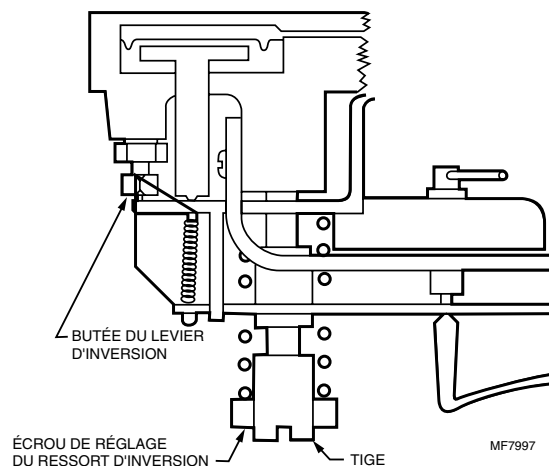

Fig. 22. Mécanisme d'inversion automatique du LP916B.
4. Régler la butée du levier d'inversion de manière à obtenir une pression de 55 kPa (8 psi) dans la canalisation secondaire ou 41 kPa (6 psi) pour le LP916B1058. Voir la Fig. 22.
1. Dévisser l'écrou de réglage du ressort d'inversion pour qu'il soit au même niveau que la tige. Voir la Fig. 22.